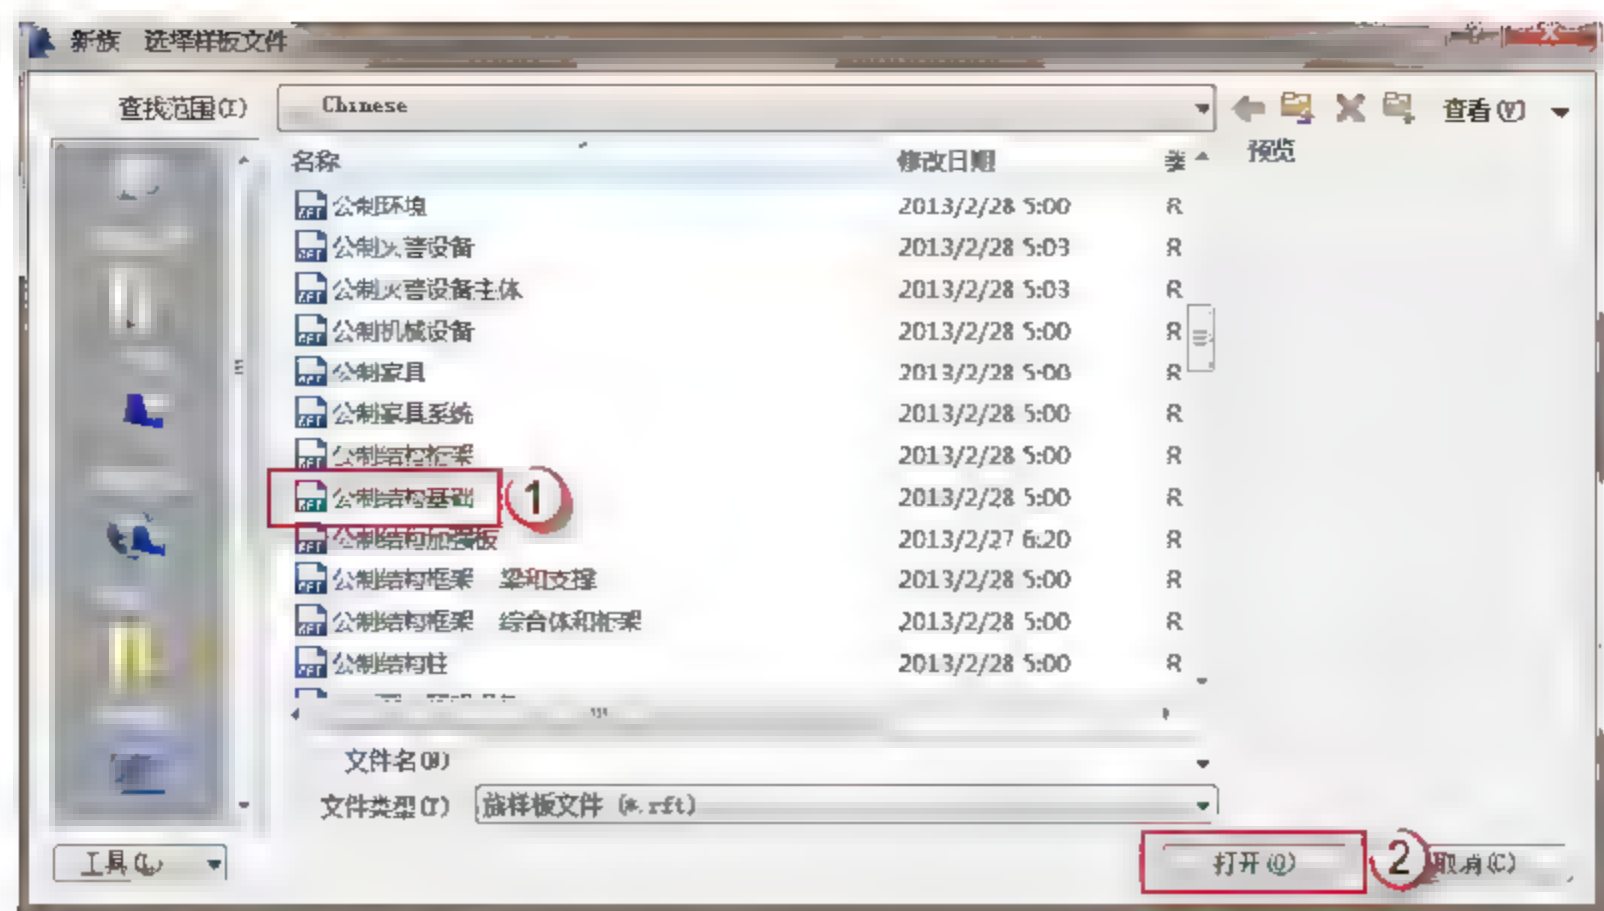

图 2.1.65 新建族样板
(1) 新建族。选择“新建”→“族”命令,在弹出的“新族-选择样板文件”对话框中,选择“公制结构基础”选项,单击“打开”按钮,如图 2.1.65 所示。